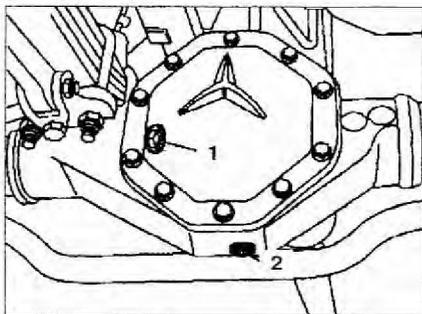

Рис. 1.21. Замена масла в редукторе передней оси.
1. Протрите поверхность вокруг заливной 1 и сливной 2 пробки (рис. 1.21).